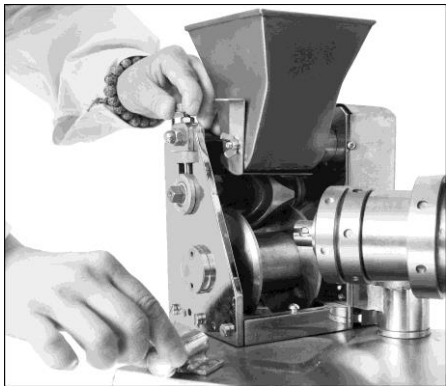

Рис. 5
- Поверните Ручку держателя фарша (21) в положение «ON» (включено) и, после достижения нормальной работы аппарата выключите.
- Поверните формирующую головку (5) на 90° по часовой стрелке и отсоедините её от приводной системы (рис. 5);